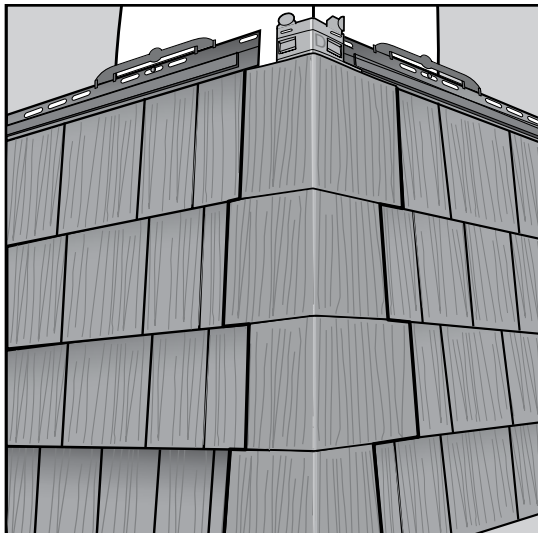

Figura 8
4. Continúe instalando las piezas de esquinas mientras avanza hacia arriba en la pared. Siga el patrón A, B, C y D y luego repítalo (Figura 8).